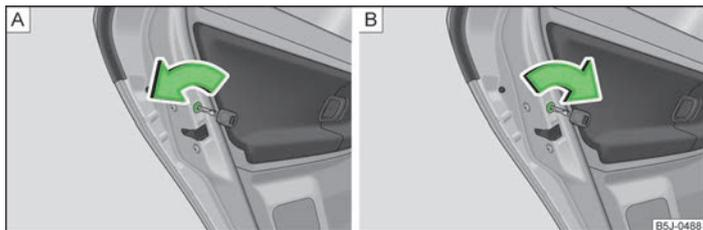

Abb. 10 **Kindersicherung einschalten: für Fahrzeuge ohne bzw. mit Zentralverriegelung**
- › Bei Fahrzeugen ohne Zentralverriegelung den Schlitz der Sicherung an der linken Tür entgegen dem Uhrzeigersinn drehen » Abb. 10 - [A], an der rechten Tür im Uhrzeigersinn.
- › Bei Fahrzeugen mit Zentralverriegelung den Schlitz der Sicherung an der linken Tür im Uhrzeigersinn, an der rechten Tür entgegen dem Uhrzeigersinn, drehen » Abb. 10 - [B].